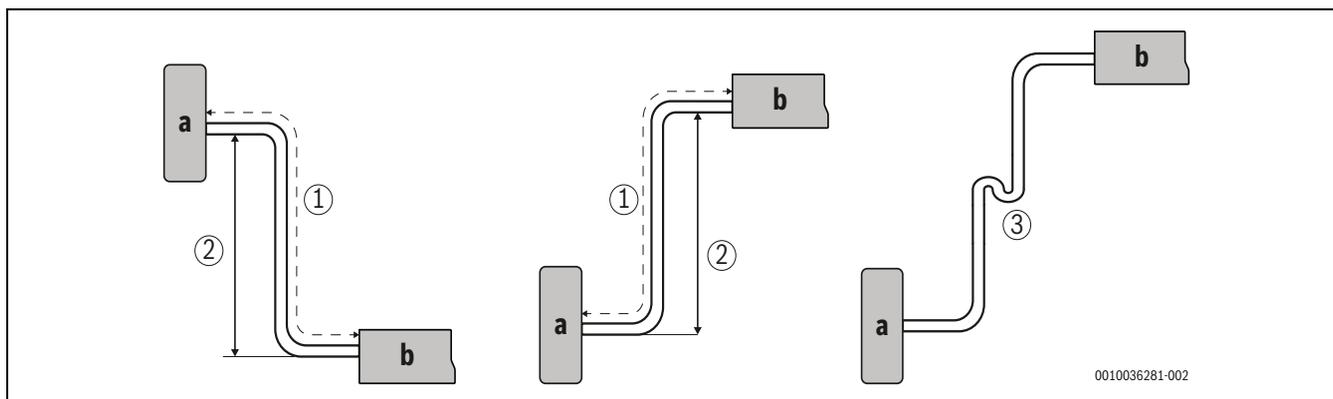

Fig. 10 Longueur et hauteur de tube
- 1) Vérifier le (1) représenté sur la →Fig. 10
- 2) Vérifier le (2) représenté sur la →Fig. 10